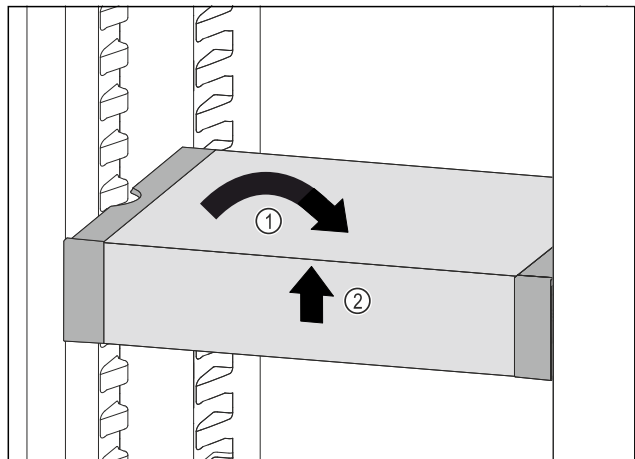

Fig. 55
- ▶ Изправете VarioSafe. Fig. 55 (1)
- ▶ Повдигнете VarioSafe отпред. Fig. 55 (2)